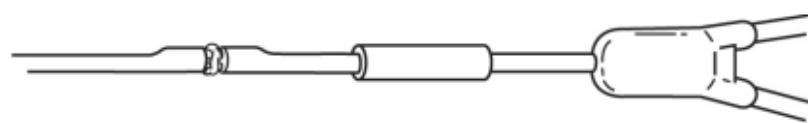

Fig. 6
6. Applicare l'adesivo alla giunzione. (Fig. 6)